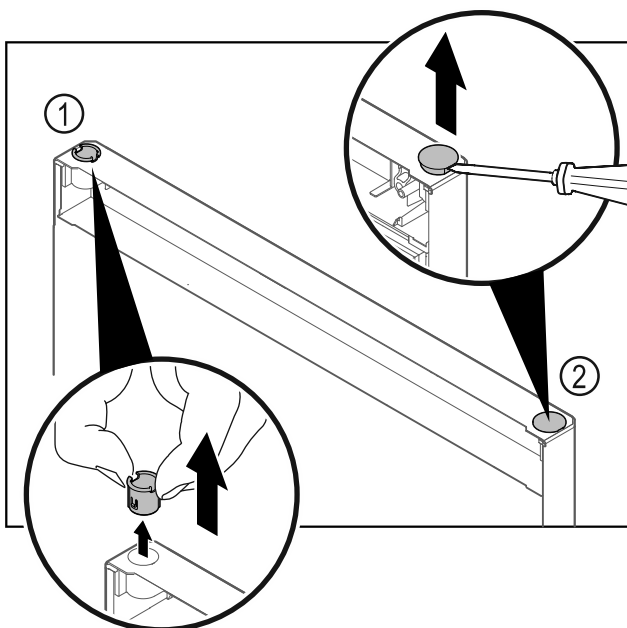

Fig. 19
- Retirer la bague Fig. 19 (1) avec les doigts.
- Soulever délicatement le bouchon Fig. 19 (2) avec un tournevis plat et le retirer.